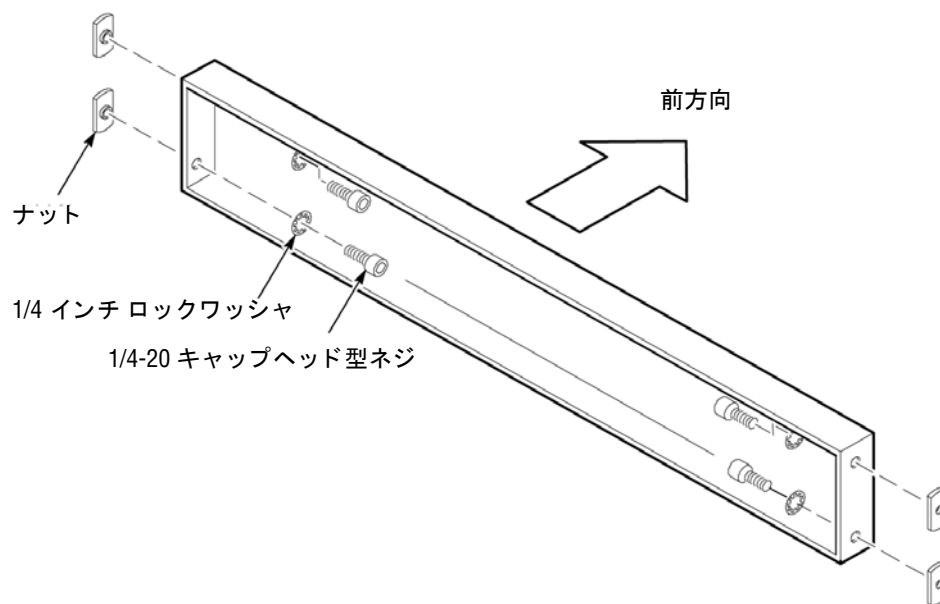

図 3: ストラットの準備
1. 図 3 に示すようにストラットを準備します。ストラットに対してナットを図 3 に示す位置に固定します。ネジは固く締めずにゆるめにしておきます。ナットを 1 回転以上締めないでください。